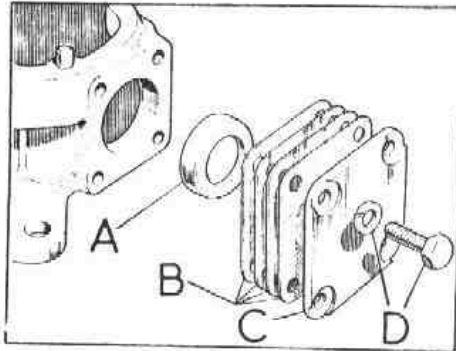

Fig. G-37 Tapa inferior
- 1.7. Soltar los tornillos y arandelas, D (Fig. G-37) y retirar la tapa, C, con sus suplementos, B, y rodamiento inferior, A.